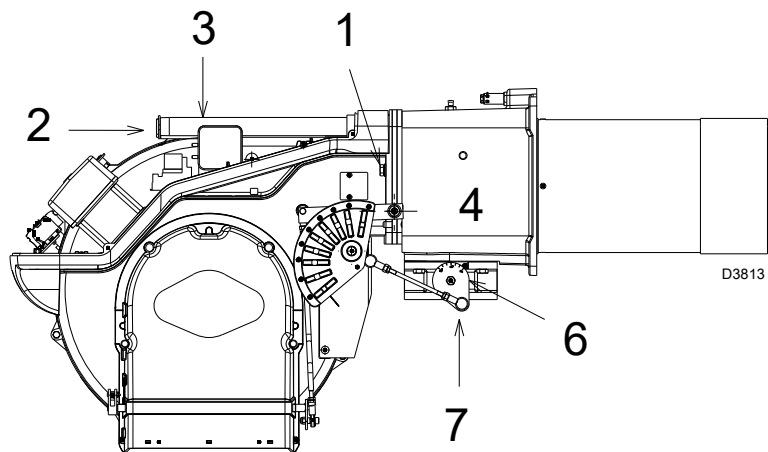

图 18
- 插好探针及电极电缆，然后将燃烧器推到管路连接处至图 18 所示位置；